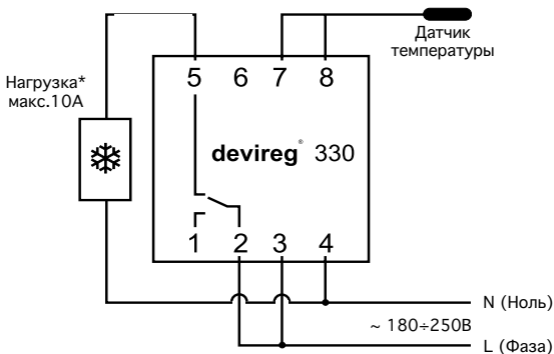

Рис. 1.
8. Подключение согласно схеме: рис. 2 - режим «обогрев», рис. 1 - режим «охлаждение» (подключение кондиционера, вентиляции и т.п.).